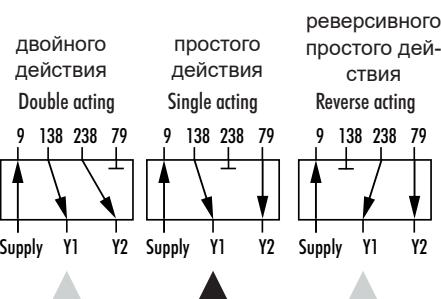

Рис. 5-18: Шильдик на адаптерном углолке
4. Привинтите поворотную пластику (7) к угловому адаптеру (6); при этом следите за правильным положением уплотнительных колец.
5. Выберите нужную функцию переключения согл. Рис. 5-18 путем вращения поворотной пластины: маркировка в виде стрелки на переключателе указывает на соответствующую функцию переключения, см. Рис. 5-18.
6. Уложите фасонное уплотнение (6.2) в паз переходного кронштейна (6).
7. Выберите требуемый рычаг (1) **M**, **L** или **XL**, а также положение штифта, соответствующие размеру привода и ходу клапана (см. таблицы значений хода, стр. 5-4).
8. Установите зажим следящего механизма (3) на шток привода, выровняйте и зафиксируйте таким образом, чтобы крепёжный болт находился в пазе штока привода.
9. Установите фасонное уплотнение (17.1) в переключающую плиту (17) и прикрепите её с помощью болтов (17.2) на блоке адаптера (13).
10. Установите заглушку (18) с помощью болтов (18.1) на переключающую плиту (17), следя за правильностью положения уплотнений.
2. Отвинтите переключатель (7) от переходного кронштейна (6).
3. Установите угловой адаптер (6) на позиционер и зафиксируйте его винтами (6.1); при этом следите за правильным положением уплотнительных колец.
4. Привинтите поворотную пластину (7) к угловому адаптеру (6); при этом следите за правильным положением уплотнительных колец.
5. Выберите нужную функцию переключения согл. Рис. 5-18 путем вращения поворотной пластины: маркировка в виде стрелки на переключателе указывает на соответствующую функцию переключения, см. Рис. 5-23.
6. Освободите передающий штифт на рычаге (M) из его положения и переместите его в положение 90°.